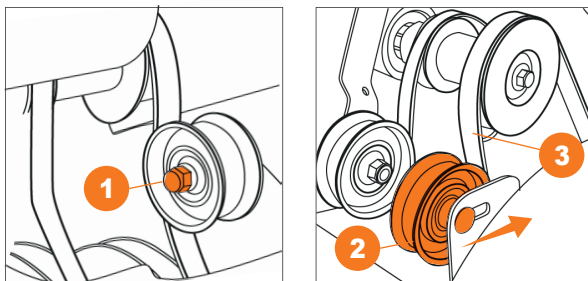

Рис. 23
- В случае если щетка не вращается или перестает вращаться под нагрузкой и регулировка натяжения троса не дает результата, необходимо произвести натяжку приводного ремня при помощи прижимного ролика (Рис. 23).
- Ослабьте гайку ❶, крепления ролика натяжения ремня.
- Переместите ролик ❷ к ремню привода, не допускайте его касания и затяните гайку.